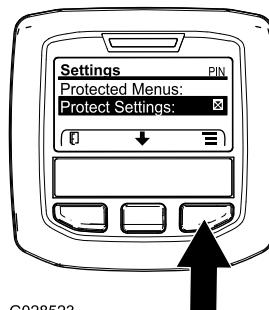

図 36
- 保護メニューにアクセスし、サブメニューのロックを解除する 図 36 アクセス制限付きメニューへのアクセス \(ページ 20\) を参照。